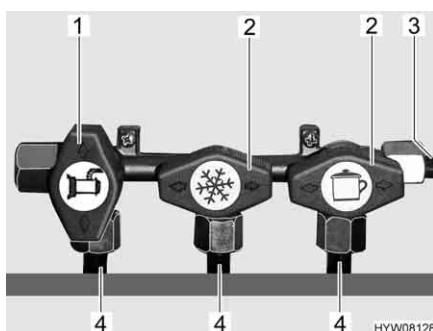

Fig. 86 Posizione rubinetti di arresto del gas
- Apertura:** ■ Posizionare il rubinetto di arresto del gas dell'apparecchio a gas corrispondente parallelamente (Fig. 86,1) alla tubatura (Fig. 86,4) che alimenta l'apparecchio a gas.
- Chiusura:** ■ Posizionare il rubinetto di arresto del gas dell'apparecchio a gas corrispondente trasversalmente (Fig. 86,2) alla tubatura (Fig. 86,4) che alimenta l'apparecchio a gas.